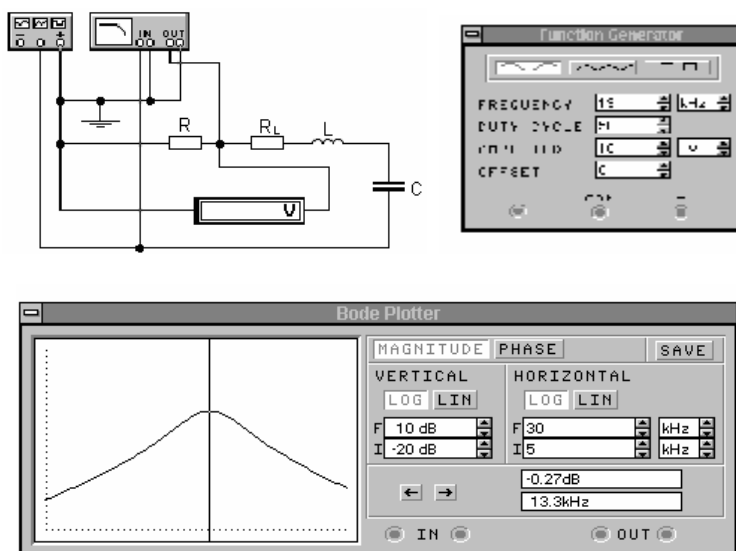

Рис.2.
4. Проверить результаты расчетов на персональном компьютере с помощью системы схемотехнического моделирования «Electronics Workbench». Проверку выполнить по схеме рис.2: